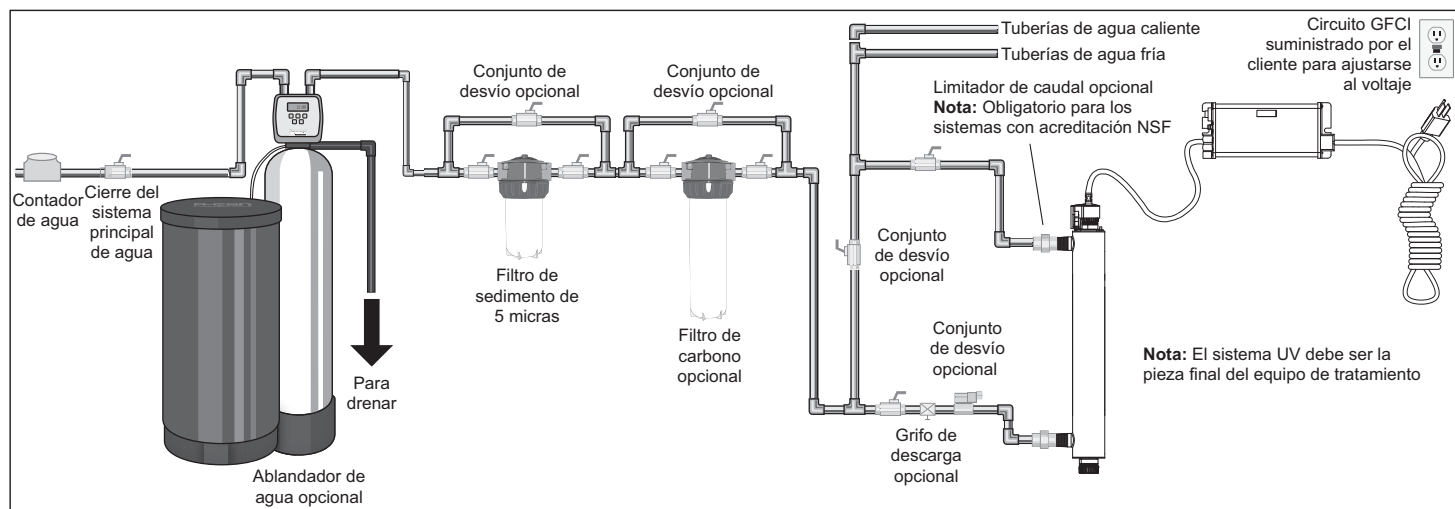

Figura 3 Sistema de desinfección
1. En la Figura 3 se muestra la instalación de un sistema de desinfección típico y los componentes relacionados que se pueden usar para la instalación. Se recomienda el uso de un conjunto de desvío en el caso de que el sistema requiera mantenimiento "fuera de línea". En dicho caso, tenga en cuenta que el sistema requiere una desinfección adicional para el sistema de distribución si se usa agua durante la condición de desvío. Además, durante el desvío, el agua NO se desinfectará y se deberá colocar físicamente la etiqueta "NO CONSUMIR EL AGUA" en el conjunto de desvío hasta que el sistema se haya saneado y puesto en servicio nuevamente. Para obtener más información, consulte Sección 3.2. Si el agua se va a consumir mientras el sistema está fuera de línea, se deberá hervir durante dos minutos antes del consumo.